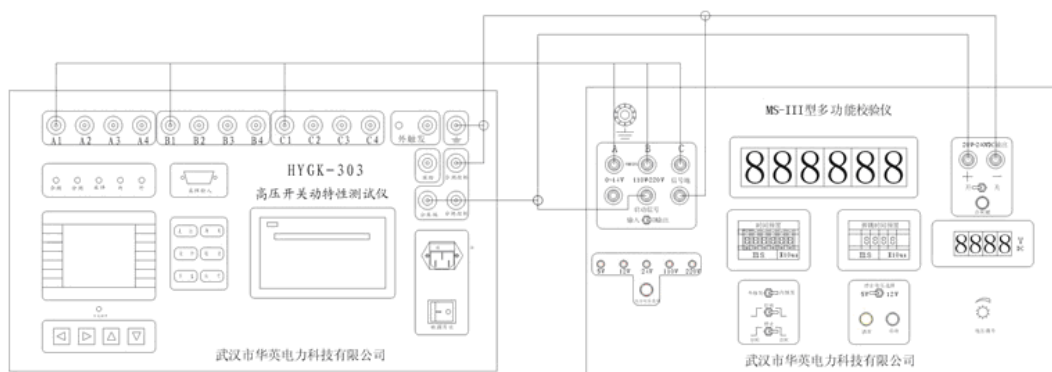

图 4 不带电源被动式测试接线
4. 不带操作电源状态下高压开关测试仪接线图：（被动式如图 4）